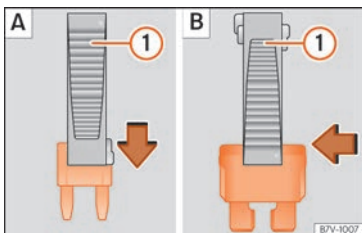

Abb. 61 Sicherung entnehmen oder einsetzen.
- **Kleine Sicherungen:** Klammer von oben aufstecken »» **Abb. 61** **A**.
- **Größere Sicherungen:** Klammer seitlich auf die Sicherung schieben »» **Abb. 61** **B**.